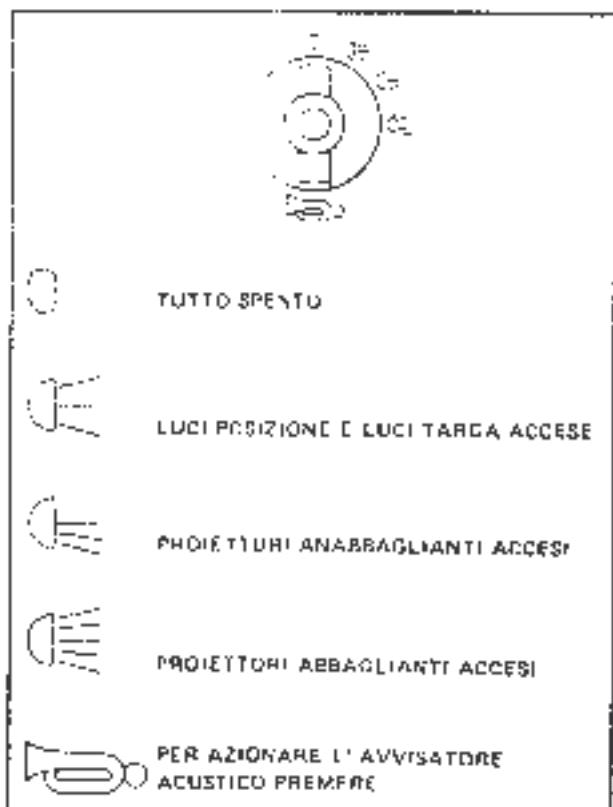

Figura 5. Comutatore luci e avvisatore acustico
16. COMMUTATORE LUCI ED AVVISATORE ACUSTICO: vedere la figura 5.